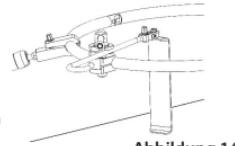

Abbildung 14
- Ringklemmen** (AL-0103) können an einer beliebigen Stelle des Rings angebracht werden. Zum Anbringen lösen Sie die Feststellschraube der **Ringklemme** und drücken Sie die größere der beiden Öffnungen auf den **Retraktorring**; die **Ringklemmen** schnappen auf dem **Retraktorring** ein. Drücken Sie den Schaft des **Klingenhalters** in die kleinere Öffnung der **Ringklemme**, um die beiden Komponenten zu befestigen. Die Baugruppe aus **Ringklemme/Klingenhalter** kann frei eingestellt werden, bis die Schraube der Klemme festgezogen ist. Zusätzliche **Ringklemmen** und **Klingenhalter** können nach Bedarf dem **Retraktorring** hinzugefügt werden. (Abbildung 14)